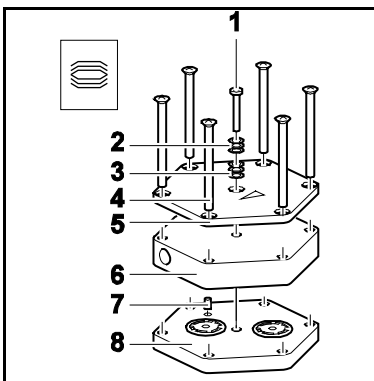

Abb. 9: Pumpenkopf montieren
2. Druckplatte (Abb. 9/5), Kopfdeckel (Abb. 9/6), Zwischenplatte (Abb. 9/8) und Membranaufnahme mit einem durchgehenden Filzstiftstrich markieren (bei zweiköpfigen Pumpen an beiden Pumpenköpfen). Dadurch wird verhindert, dass die Teile später falsch montiert werden.
3. Außenliegende Schrauben (5) vom Pumpenkopf/von den Pumpenköpfen lösen.
2. Zwischenplatte (8) mit Ventilplatten/Dichtungen entsprechend dem Filzstiftstrich auf Aufnahme setzen.
3. Kopfdeckel (6) entsprechend Passstift (7) auf Zwischenplatte (8) setzen.
4. Druckplatte (5) entsprechend Filzstiftstrich auf Kopfdeckel (6) setzen.
5. Schrauben (4) über Kreuz anziehen.
6. Schraube/Schrauben (1) in der Mitte der Druckplatte (5) mit Tellerfedern (2, 3) einsetzen. Dabei auf die richtige Anordnung der Tellerfedern achten (siehe Abb. 9).
7. Schraube/Schrauben (1) festziehen, bis Schraubenkopf flächig aufsitzt. Schraube/Schrauben mit weiterer halber Umdrehung fixieren.